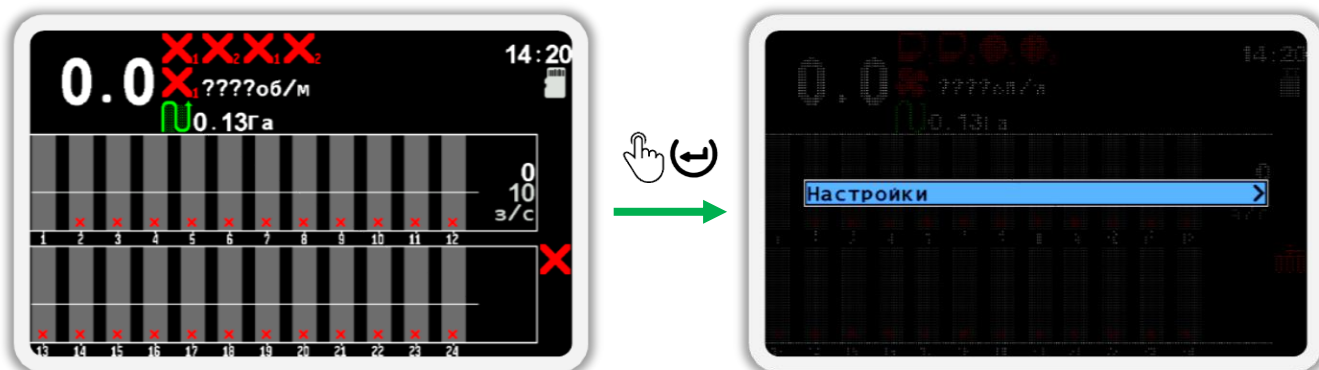

Рисунок 70
4. На главном экране нажмите кнопку  «Меню». В результате на экране будет показано меню с одним пунктом  «Настройки» (см. Рисунок 70).